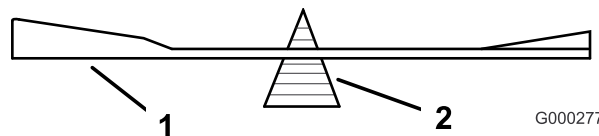
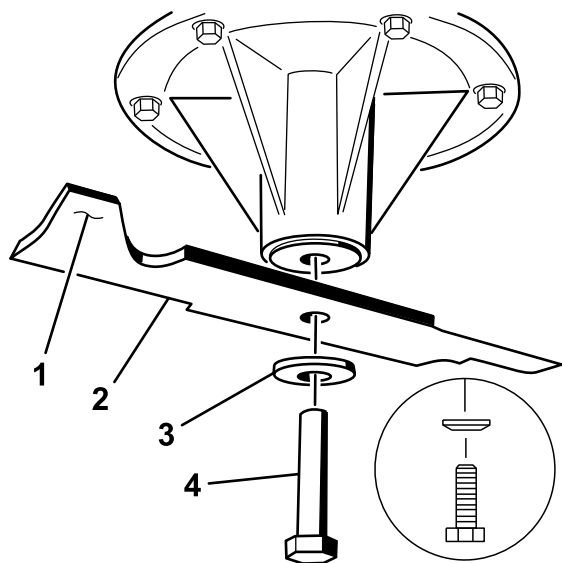

Figura 58
Figura 59
2. Retire del eje el perno de la cuchilla, la arandela de muelle y la cuchilla (Figura 59).
2. Verifique el equilibrio de la cuchilla colocándola sobre un equilibrador de cuchillas (Figura 58). Si la cuchilla se mantiene horizontal, está equilibrada y puede utilizarse. Si la cuchilla no está equilibrada, rebaje algo el metal en la parte de la vela solamente (Figura 59). Repita este procedimiento hasta que la cuchilla esté equilibrada.
1. Instale la cuchilla en el eje (Figura 59).
2. Instale la arandela de muelle y el perno de la cuchilla. El cono de la arandela de muelle debe estar orientado hacia la cabeza del perno (Figura 59). Apriete el perno de la cuchilla a 115–150 Nm (85–110 pies-libra).